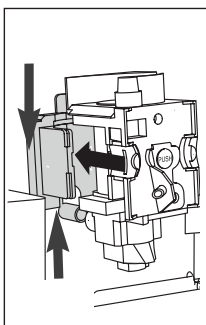

Fig. 42
- ▶ Após a limpeza, volte a colocar a unidade de preparação (A5) deslizando-a sobre o suporte interno e o pino na parte inferior e, em seguida, empurre o símbolo PUSH totalmente até que ela encaixe no seu lugar (Fig. 42).